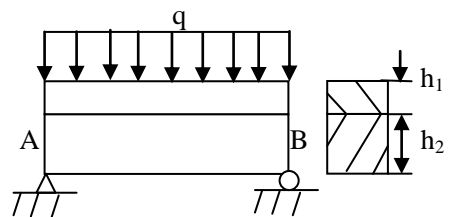

图 12
梁上承受均布载荷 q ，如图 12 所示。(1) 若两板简单叠放在一起，忽略接触面摩擦力，试计算此时两板最大正应力；(2) 若两板胶合在一起不能相互滑动，请推导此时的最大正应力表达式，并对比两种情况，并分析原因。(10 分)